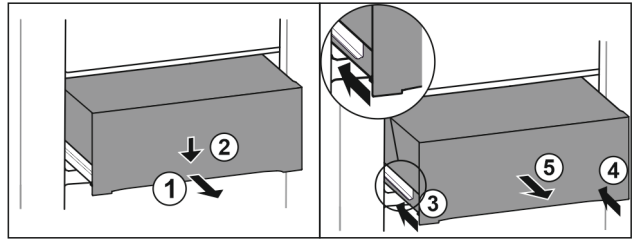

Fig. 169
- ▶ Вытяните выдвижной ящик наполовину. Fig. 169 (1)
- ▶ Вдавите выдвижной ящик в передней части вниз. Fig. 169 (2)
- ▶ Задвиньте левую направляющую прим. на 2 см. Fig. 169 (3)
- ▶ Задвиньте правую направляющую прим. на 2 см. Fig. 169 (4)
- ▶ Извлеките выдвижной ящик движением вперед. Fig. 169 (5)